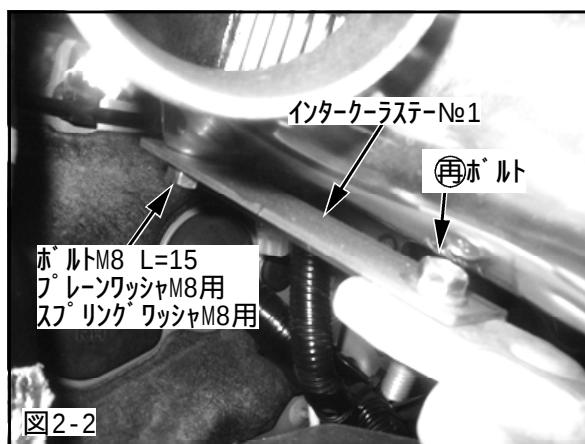

図2-2
(2) インタークーラコアAssyとインタークーラステー№1を仮付けしてください。(図2-2)